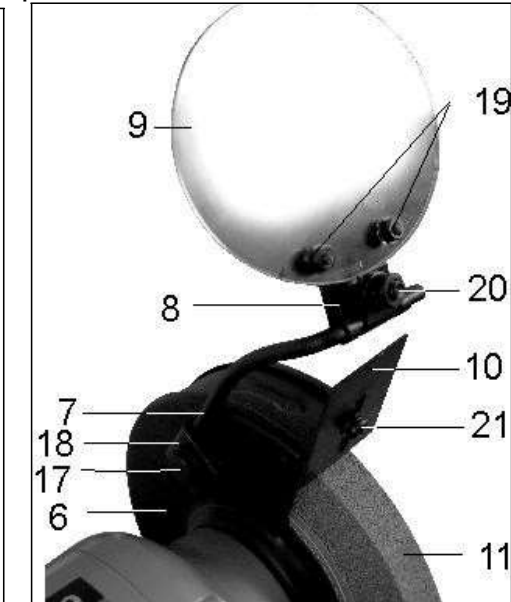

Рис. 4
9.1.5. Как показано на Рис. 4, установите и винтом 21 закрепите искроотражатель (10) так, чтобы он не касался шлифовального круга (11) и находился на расстоянии 3-5 мм от него.